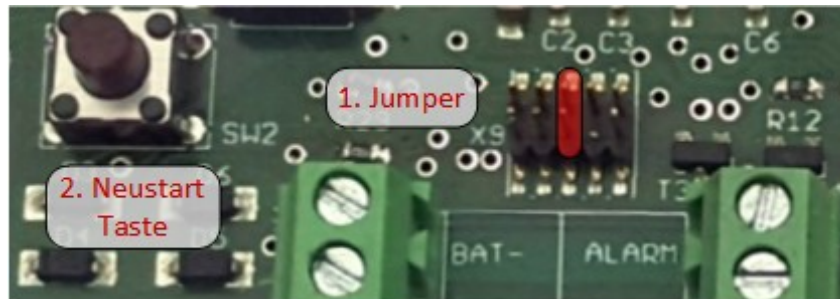

Abbildung 4: Reset auf Werkseinstellungen
1. Setzen Sie den mitgelieferten Jumper auf die in Abb. 4 dargestellten Pins.